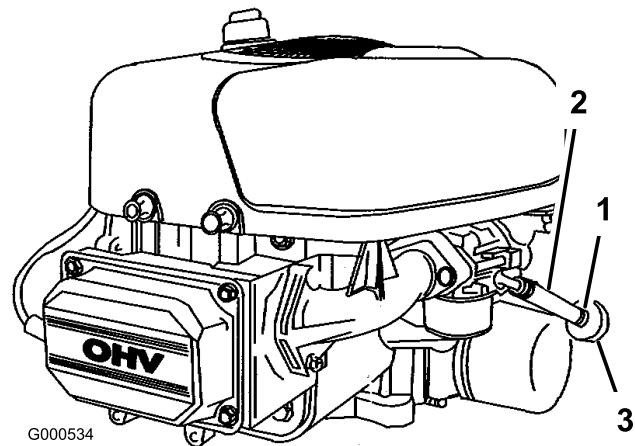

Bild 31
- Lockern Sie die Schlauchklemme am Kraftstofffilter und schieben Sie sie an der Kraftstoffleitung weg vom Kraftstofffilter (Bild 31).
- Ziehen Sie die Kraftstoffleitung vom Filter (Bild 31).
Kraftstofffilter heran, um die Kraftstoffleitung zu befestigen (Bild 31).
4. Drücken Sie die Enden der Schlauchklemmen zusammen und schieben Sie sie vom Filter weg (Bild 31).
6. Setzen Sie einen neuen Filter so ein, dass der Flussrichtungspfeil vom Kraftstofftank zum Motor zeigt, und schieben Sie die Schlauchklemmen auf den Filter (Bild 31).